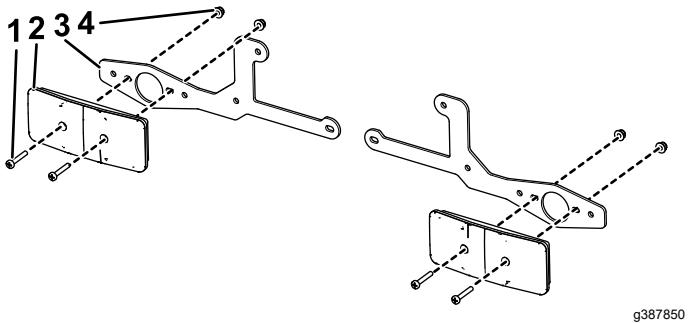

Figura 3
1. Instale las luces de los intermitentes en los soportes de los intermitentes con 2 tornillos Phillips (n.º 10 x 1 1/4") y 2 contratuerca (n.º 10) en cada uno. Consulte Figura 3 para conocer la orientación correcta.